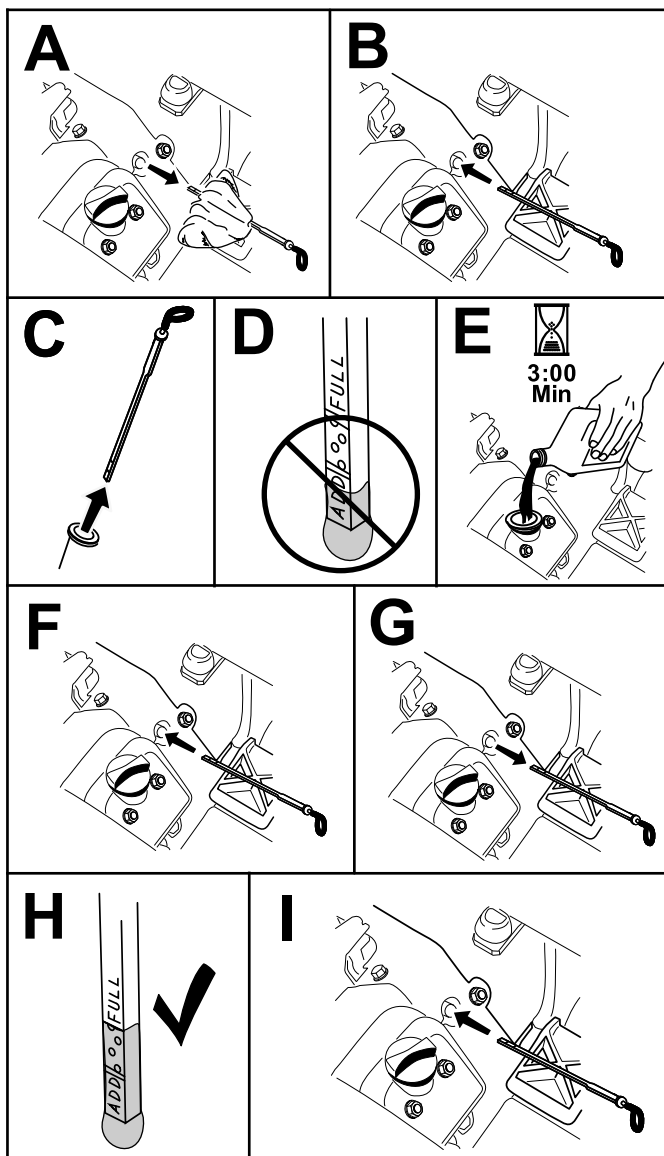

Figura 25
5. Introduceți joja în tub și asigurați-vă că este introdusă complet. Scoateți joja din tub și verificați nivelul uleiului. Dacă nivelul uleiului este scăzut, scoateți capacul buonului de la capacul valvei și adăugați o cantitate suficientă de ulei specificat pentru a ridica nivelul până la marcajul Full (Plin) de pe jojă (Figura 25).